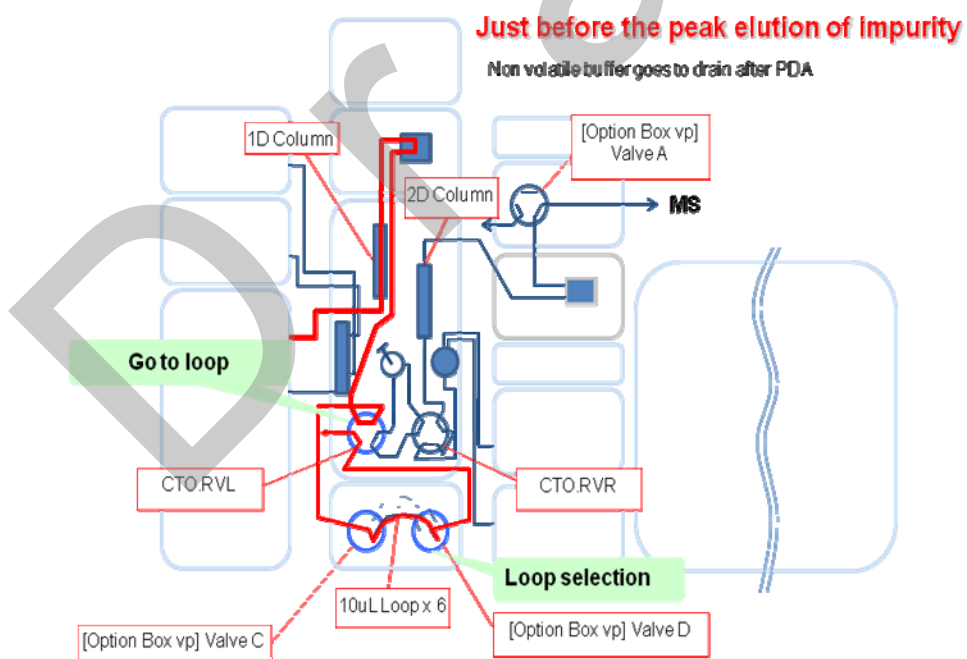
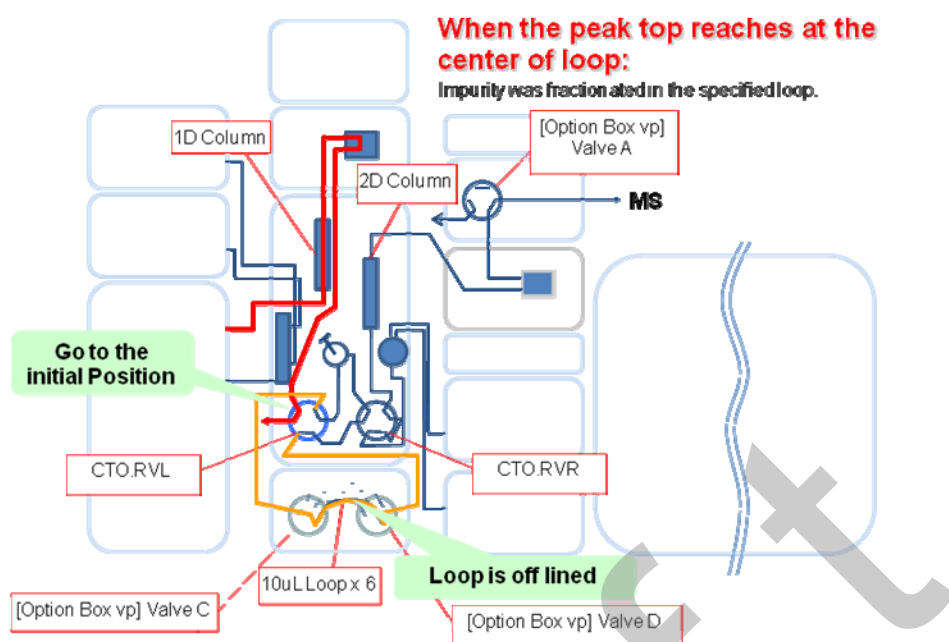

图 2. 在杂质洗脱下来前切换馏分环到指定位置，切换 RVL 到 1 位。
图 3. 当峰顶到达馏分环的中央时，RVL 到 0 位，停止收集。
2. 1stD 分别收集馏分（根据目标杂质的保留时间）到 loop 1, 2, 3, 4, 5（最大收集 5 个杂质组分，如需收集更多组分，需要更换更多位的高压阀，或者多次进样），如图 2 和图 3 所示。Loop 6 的切换仅用作让 Valve C, D 的流路是顺时针变化，而不是逆时针回到初始位置，以免冲走 loop 1 ~ 5 中的馏分。